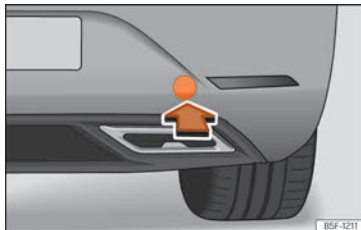

Abb. 53 Auf der rechten Seite des hinteren Stoßfängers: Abdeckung entfernen.
Die Abschleppöse wird in die hinter einer Abdeckung auf der rechten Seite des hinteren Stoßfängers befindliche Aufnahme eingeschraubt »» **Abb. 53**.
- Auf den unteren Bereich der Abdeckung »» **Abb. 53** drücken, um die Verrastung zu lösen.